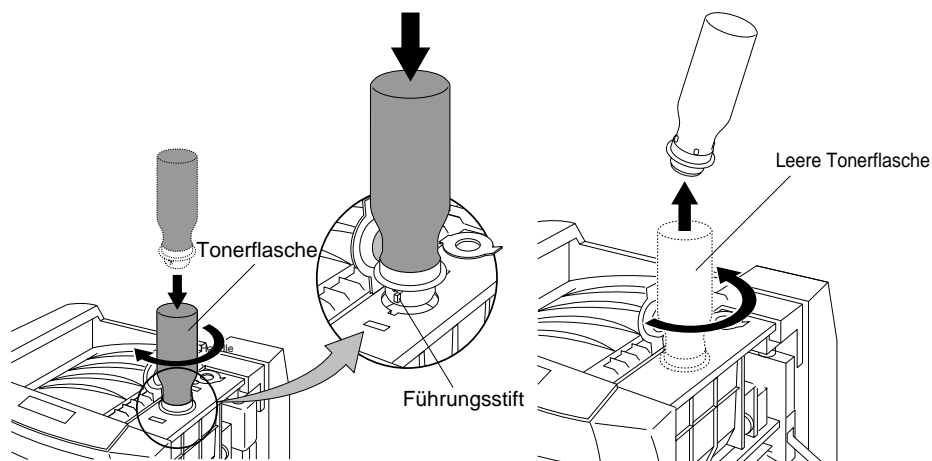

Abbildung 4-3 Einfüllen des Toners und Entfernen der Tonerflasche
7. Richten Sie die Führungen an der Tonerflasche an den Führungsstiften am Tonereinfüllstutzen aus. Setzen Sie die Flasche ein, und drehen Sie sie um 180 ° im Uhrzeigersinn, um den Toner einzufüllen (siehe Abbildung 4-3).
8. Wenn die Flasche leer ist, drehen Sie sie um 180° gegen den Uhrzeigersinn, wie in Abbildung 4-3 gezeigt.